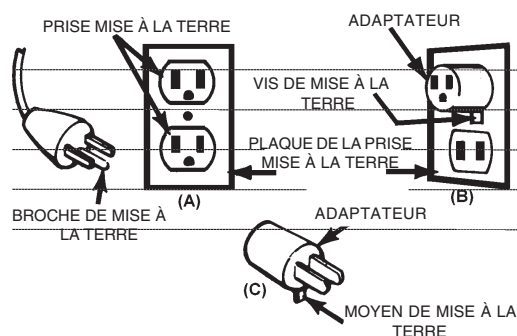

FIGURE 1 MÉTHODES DE MISE À LA TERRE
Le cordon électrique du chargeur est muni d'un fil de mise à la masse et d'une fiche à broche de mise à la terre. Le chargeur doit donc être raccordé à une prise de courant mise à la terre conformément au code de l'électricité et aux règlements municipaux. Ce chargeur de batterie est conçu pour être raccordé à un circuit électrique de 120 V et son cordon est muni d'une fiche comme celle que l'on retrouve sur la Figure 1 (A). Cette fiche doit être branchée dans une prise mise à la terre. La broche et les deux lames de la fiche doivent s'adapter à la prise de courant (sortie).
ADAPTATEUR: Un adaptateur temporaire, comme le montre la Figure 1 (B) et (C), peut être employé pour brancher la fiche du chargeur à une prise bipolaire, comme le montre la FIGURE 1 (B).